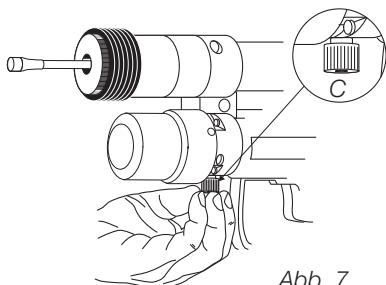

Abb. 7
1. Die Schutzmutter auf der Antiblockiereinrichtung (C), wie auf der Abbildung 7 gezeigt wird, losschrauben.